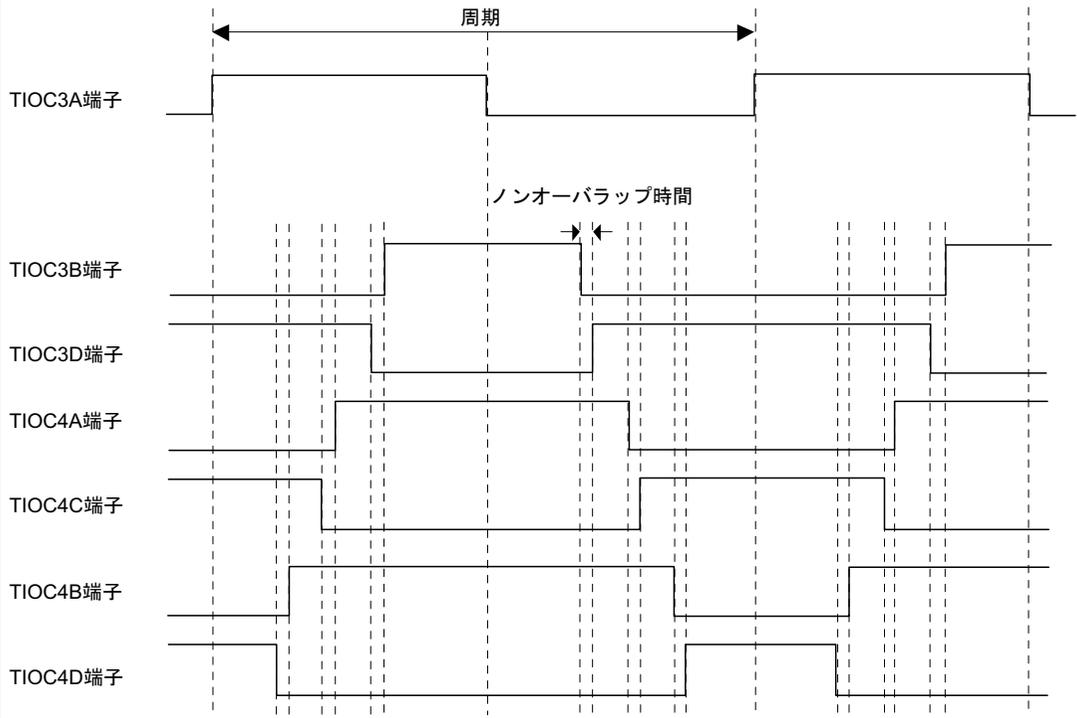

図 2.16 相補 PWM3 相出力波形
- (1) 図2.16に示すように正相・逆相がノンオーバーラップの関係にあるPWM波形を3相出力します。
- (2) デューティは0%~100%まで任意の値をRAMに設定することにより変更ができます。